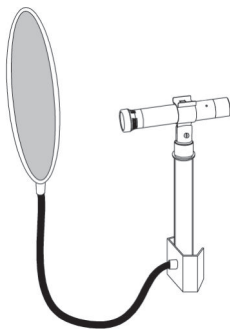

рис. 8
5. Для увеличения срока эксплуатации микрофона при работе с вокалистами рекомендуется использовать поп-экран (рис. 8)